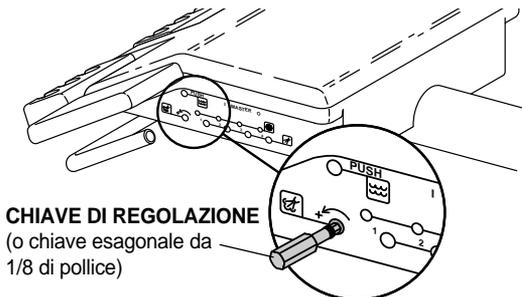

Figura 6. Controllo flusso aria di raffreddamento
Il controllo del flusso dell'aria di raffreddamento viene utilizzato per la regolazione del flusso di aria di raffreddamento in **tutti** i manipoli (vedere la Figura 6).
Per eseguire questa regolazione, è necessario utilizzare una chiave di regolazione (vedere la Figura 6) oppure una chiave esagonale da 1/8 di pollice.
2. Individuare il controllo aria di raffreddamento (vedere la Figura 6).